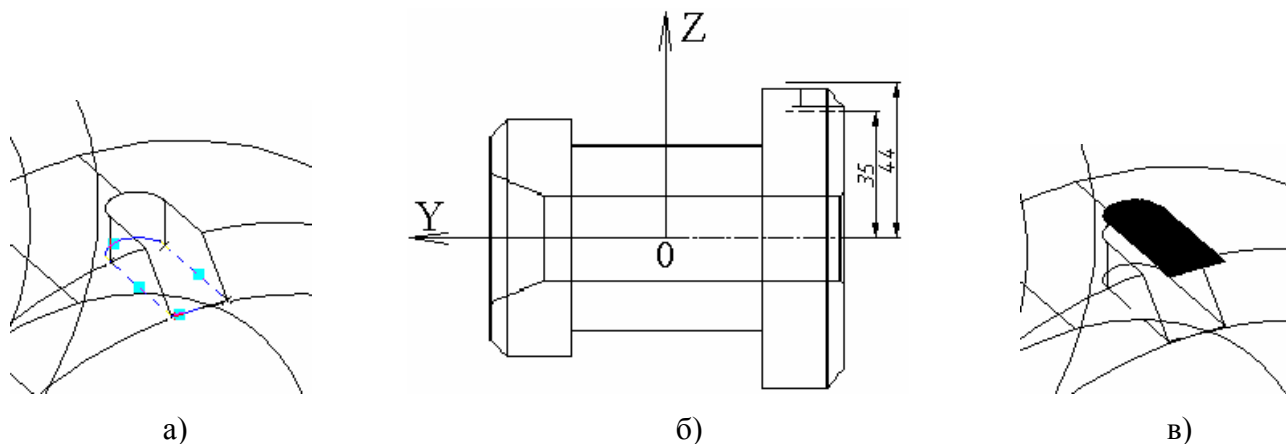

Рисунок 49 – Создание заготовки для паза детали
- 2.5.5. Создаем заготовку аналогично пункту 2.3. Последовательно указываем кривые контура (рисунок 49а). Указываем Z-верхн. и Z-нижн. (рисунок 49б). Создается заготовка (рисунок 49в).